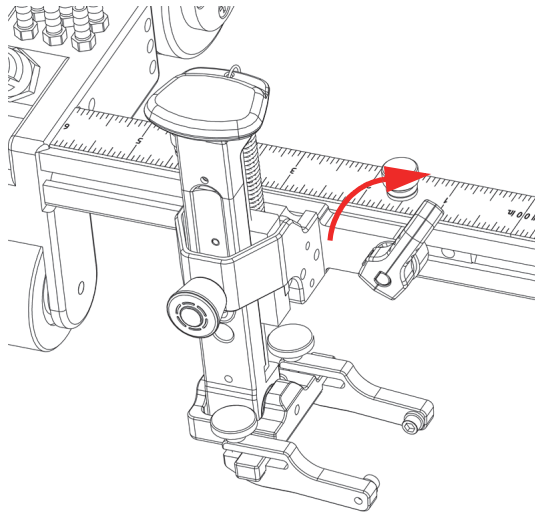

图 2-13 探头托架被锁定到位
4. 顺时针旋转定位杆，将探头托架锁定到位（参见第44页的图 2-13）。